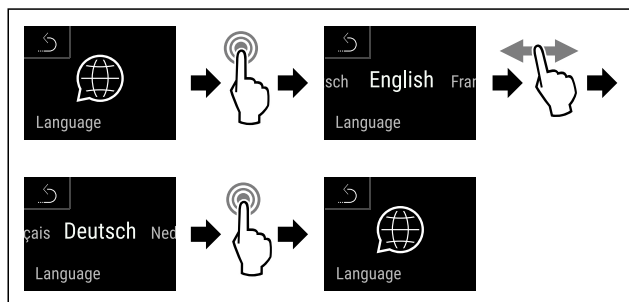

Fig. 89
- Выполните шаги действия (см. Fig. 89).